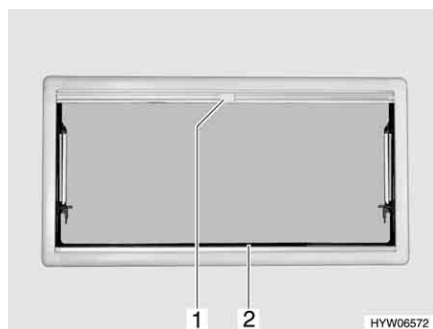

Fig. 50 Finestra apribile
- Afferrare la tendina oscurante pieghevole (Fig. 50,2) per la parte centrale della barra di presa, tirarla dal basso verso l'alto e rilasciarla nella posizione desiderata. La tendina oscurante pieghevole rimane in questa posizione.
- Tirare la zanzariera a rullo per la maniglia (Fig. 50,1) verso il basso fino a quando non si trova in contatto con la tendina oscurante pieghevole (Fig. 50,2).
- Premere la maniglia (Fig. 50,1) della zanzariera a rullo.